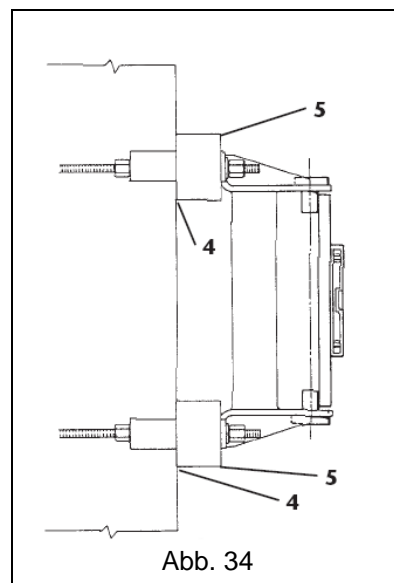

Abb. 34
- d. Die perfekte Ablotung wird, falls erforderlich, durch das Einsetzen entsprechender Zwischenstücke **4** unter die vorderen Bügel **5** erreicht (nicht im Lieferumfang enthalten) (Abb. 34).